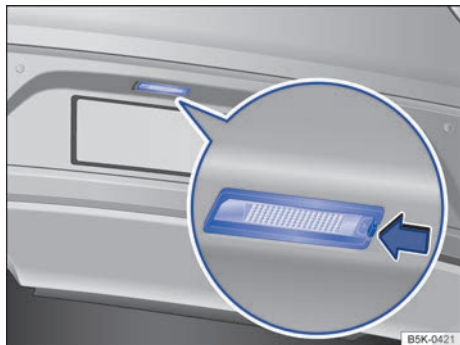

Fig. 199 En el paragolpes trasero: luz de matrícula.
- 2 Presione la pestaña de encastre de la unidad de iluminación en el sentido de la flecha → fig. 199.